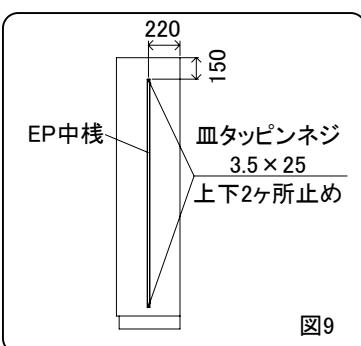

図9
③下パネルの凹凸矯正のため、EP中桿を取付けてください。(図9)
④キャビネット後部に位置を合わせて、キャビネットの内側から